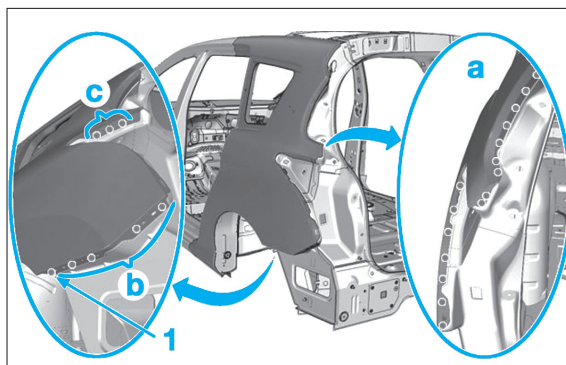

FIG. 180
- Souder par points bouchons zones (a), (b) et (c) (Fig.180).
- Souder par pointage électrique (1).